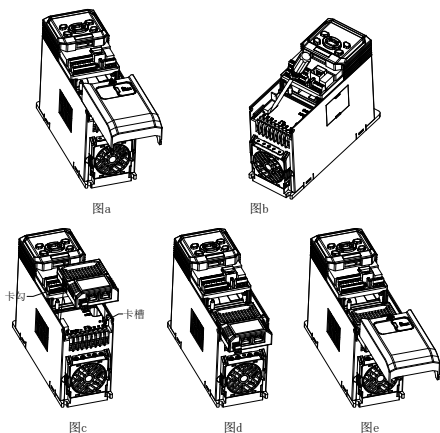

图 2 ECAT 通讯选件安装步骤图
(1) 变频器非上电状态下，按下下盖板中上部颗粒状处，用力向下滑动，取下变频器下盖板，如图 2-a 所示。
(2) 使用一字螺丝刀撬掉防尘盖，如图 2-b 所示。
(3) 安装 ECAT 选件：将内装有总线卡的扩展盒朝上（指示灯朝上），对准安装位置 2 总线电气接口，水平往下按压，使得扩展盒弹压式卡口和变频器下端卡勾咬合，如图 2-c 与图 2-d 所示。
(4) 完成总线选件组装，如图 2-e 所示。